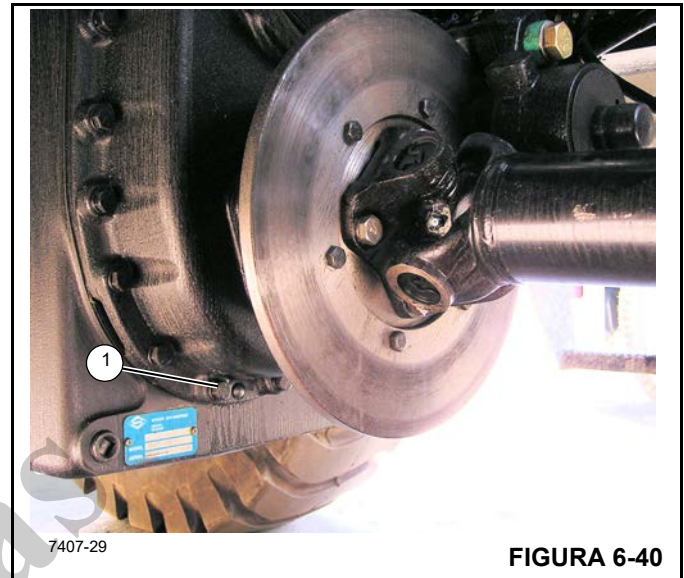

FIGURA 6-40
3. Coloque um recipiente adequado sob o bocal do dreno da transmissão (1, Figura 6-40).
4. Remova o bocal (1, Figura 6-40). Drene a transmissão no recipiente. Reinstale o bocal do dreno.